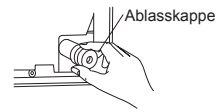

Fig. 1
- 1) Fassen Sie die Kältemittelleitungen und den Ablaufschlauch zusammen und umwickeln Sie sie anschließend vom Ende her mit Filzband (4). Die Überlappung des Filzbandes (4) sollte ein Drittel der Bandbreite betragen. Bringen Sie eine Bandsicherung am Ende des Filzbandes (4) an.
- 2) Ziehen Sie die Ablasskappe rechts hinten von dem Innengerät heraus. (Fig. 1)